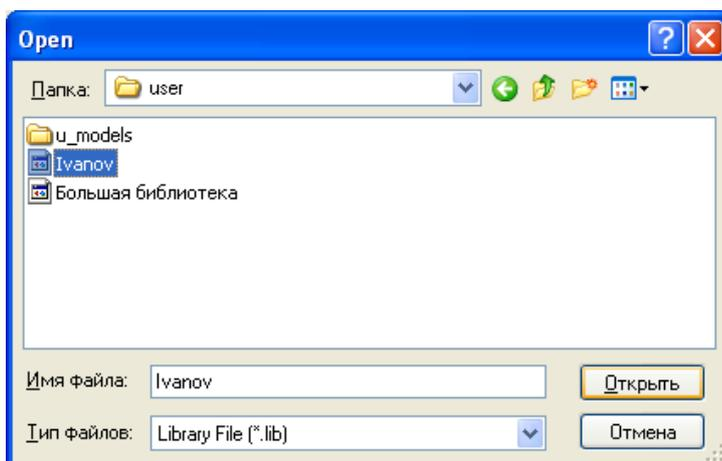

Рисунок 3.1 - Открытие библиотеки **Ivanov.lib**
**Component/Open** , **Component/New**  на экране появляется диалоговое окно **Open** (рис. 3.1).